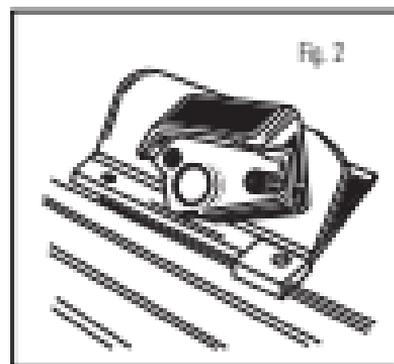

Fig. 2
- 2 Place cutter guide over edge to operate (Fig. 2).
- 2 Gewinde in Führungspur des Adapt-Rules einhängen (Fig. 2).
- 2 Pour empêcher à-carter, posez le carter sur la rainure de la règle (Fig. 2).
- 2 Situa la guía-cuttera por-dessos la regla per el funcionament (Fig. 2).
- 2 Placașă cu ghidajele barei de rulare în operațional te mken (Fig. 2).
- 2 Appoggare la toglietina sulla guida del righello (Fig. 2).